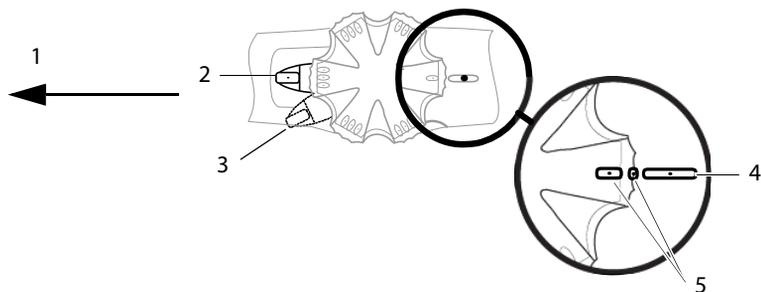

図 2-6 アングルロックの操作
前後の湾曲位置を固定するには、前後湾曲操作ダイヤルの下に装備されているアングルロック（突起部）を使用します（図 2-6）。左右への湾曲位置を固定することはできません。
- ▶ 患者の食道の損傷を防止するため、プローブを挿入または抜き取る際には、アングルロックを解除し、操作ダイヤルをニュートラルに設定し、操作ダイヤルが抵抗なく回転する状態にしなければなりません。13 ページの図 2-6 を参照してください。